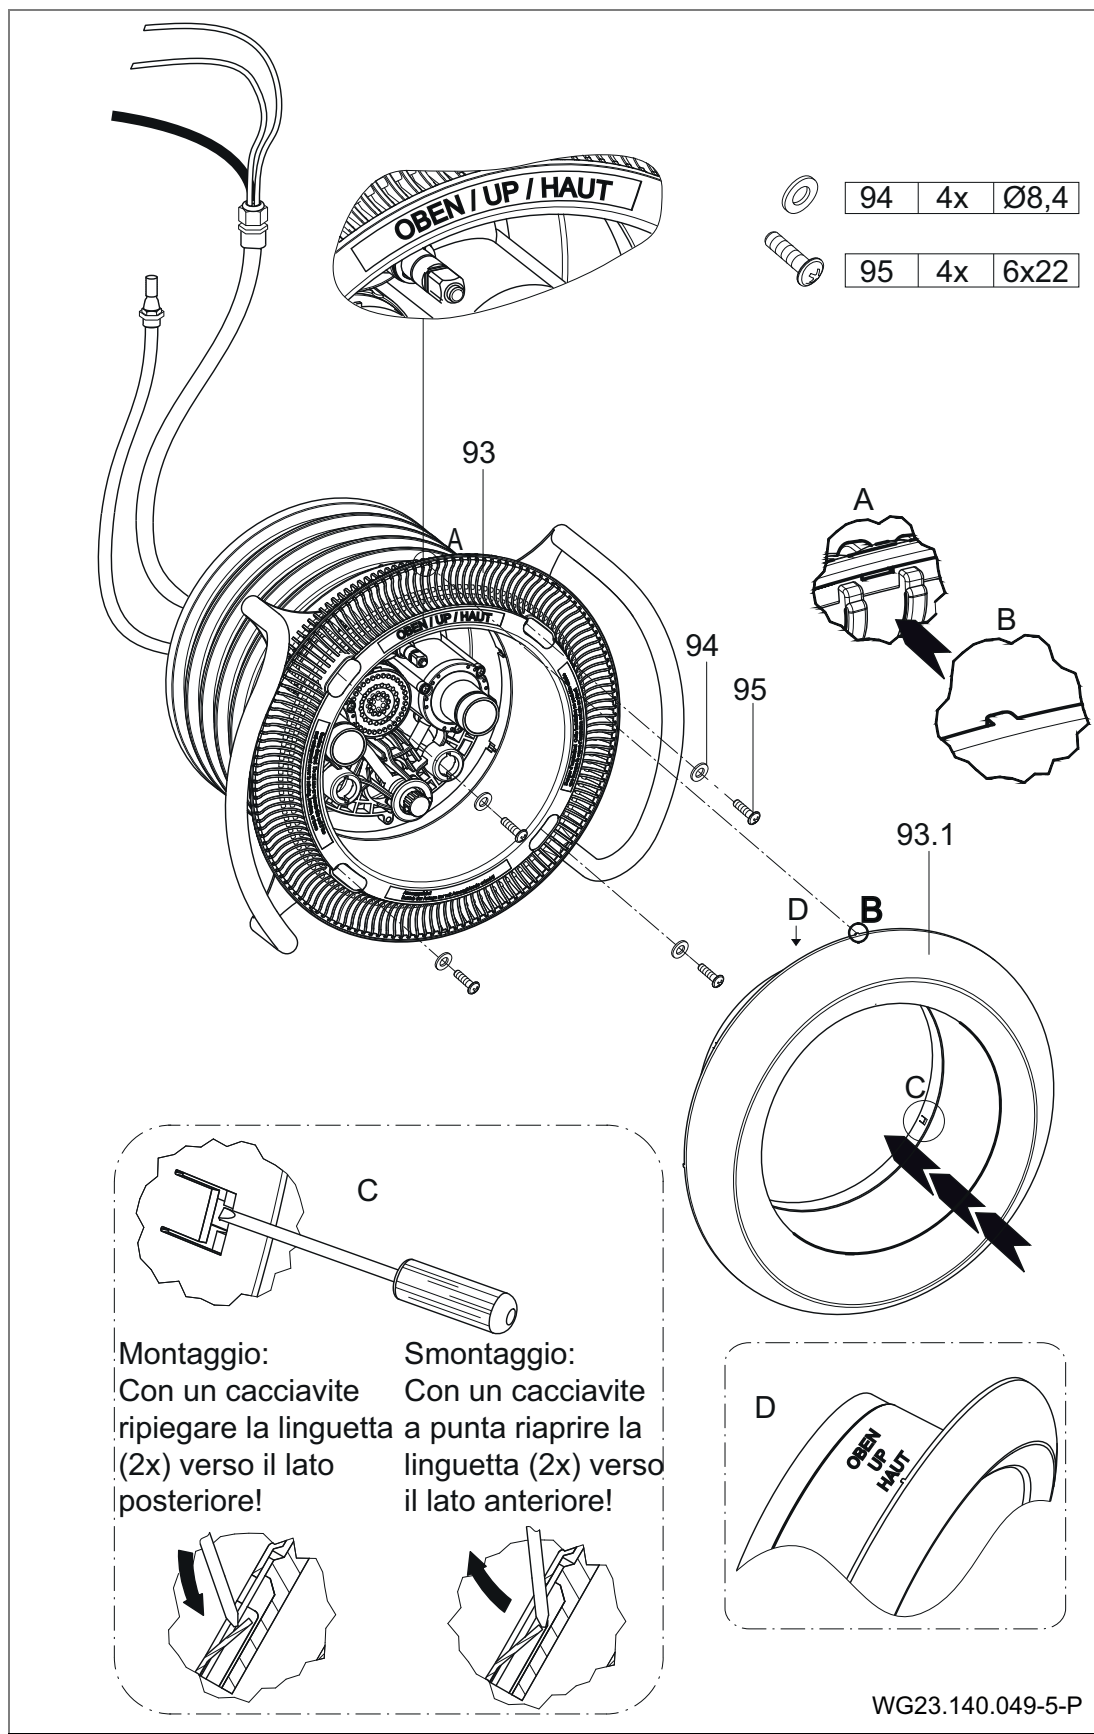
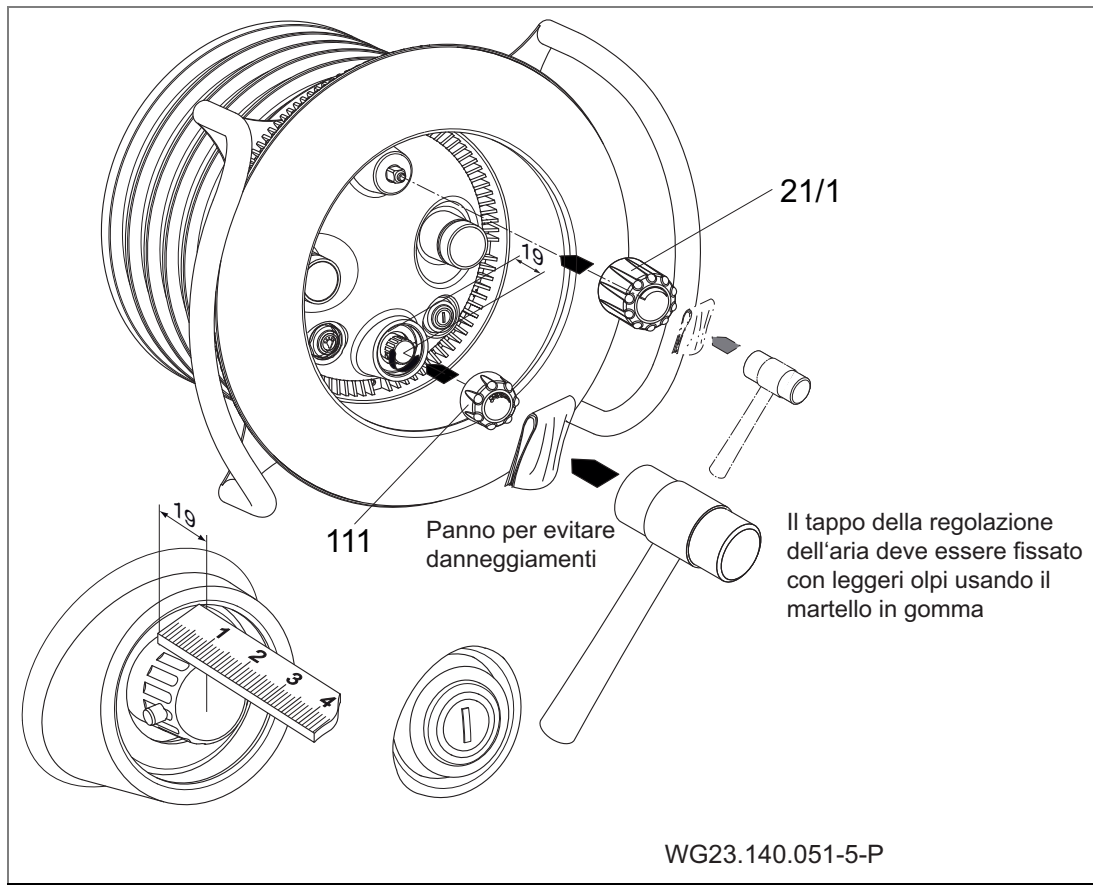

Fig. 17
Fig. 19
8. Applicare la copertura di aspirazione (93) sull'anello elastico (28) e fissarla con le quattro rondelle (94) e le quattro viti autofilettanti (95). (Fig. 17)
9. Posizionare la copertura di acciaio inox (93.1) con i noduli di centraggio sulle cavità presenti sulla copertura di aspirazione (93) e unire a pressione manualmente. Attenzione alla scritta "OBEN" (ALTO) sulla copertura di acciaio inox. Per bloccare la copertura, con un cacciavite ripiegare all'indietro le due linguette sfalsate lateralmente. (Fig. 17)
12. Primavera: Con un martello di gomma ed un telo di protezione fissare i cappucci della regolazione della portata (111) e della regolazione dell'aria (21/1). (Fig. 19)
1. Sfilare il coperchio per la regolazione della portata (111) e dell'aria (21/1). Vedere "Fig. 19".
2. Allentare le viti autofilettanti (112) e rimuovere la copertura della luce (110).
3. Piegare in avanti le due linguette della copertura di acciaio inox e rimuovere la copertura. Vedere "Fig. 17".
4. Allentare le viti autofilettanti (95) e rimuovere la mascherina/copertura di aspirazione (93) e il maniglione di sostegno (70).
5. In caso di necessità, allentare le viti autofilettanti (61). Rimuovere l'alloggiamento degli ugelli (102.1). Durante questa operazione tener conto del tubo dell'aria (4) che è fissato sul corpo da murare (1).
6. Svitare le viti (52). Rimuovere il maniglione di sostegno (70), l'anello elastico (28) e la guarnizione ad anello elastico (27).